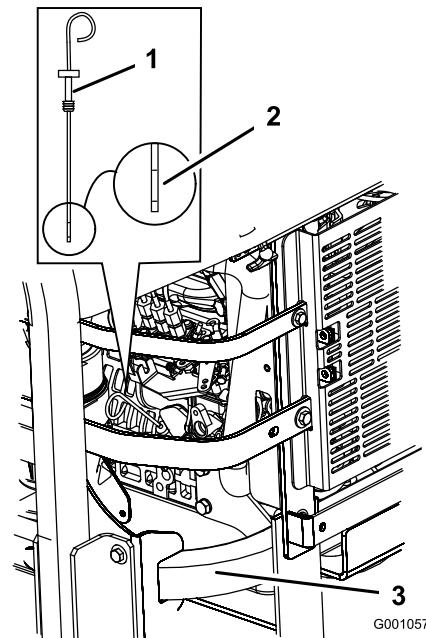

Figura 33
3. Pulite attorno all'asta di livello (Figura 33) in modo che la morchia non possa penetrare nel foro di rifornimento e danneggiare il motore.
4. Estraete l'asta di livello dell'olio e pulite l'estremità metallica (Figura 33).
5. Inserite a fondo nel tubo di rifornimento l'asta di livello dell'olio. Estraete l'asta e controllate l'estremità metallica (Figura 33). Se il livello dell'olio è basso, versate lentamente dell'olio nel foro di rifornimento solo quanto basta per portare il livello al segno Full.